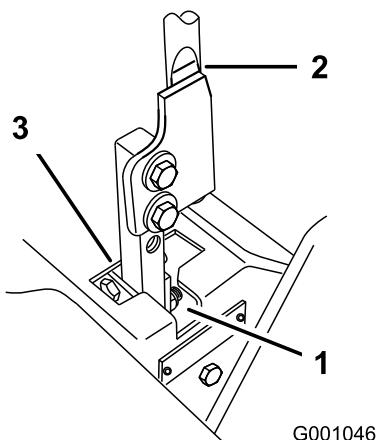

Bild 89
5. Schieben Sie den Hebel in die Neutral-Stellung (nicht arretiert) (Bild 89).
6. Ziehen Sie den Hebel zurück, bis der Lastösenbolzen (am Arm unter der Gelenkwelle) das Schlitzende berührt (und soeben Druck auf die Feder ausübt), wie in Bild 89 abgebildet.
7. Prüfen Sie, ob der Fahrantriebshebel relativ zur Kerbe im Armaturenbrett ist (Bild 89).